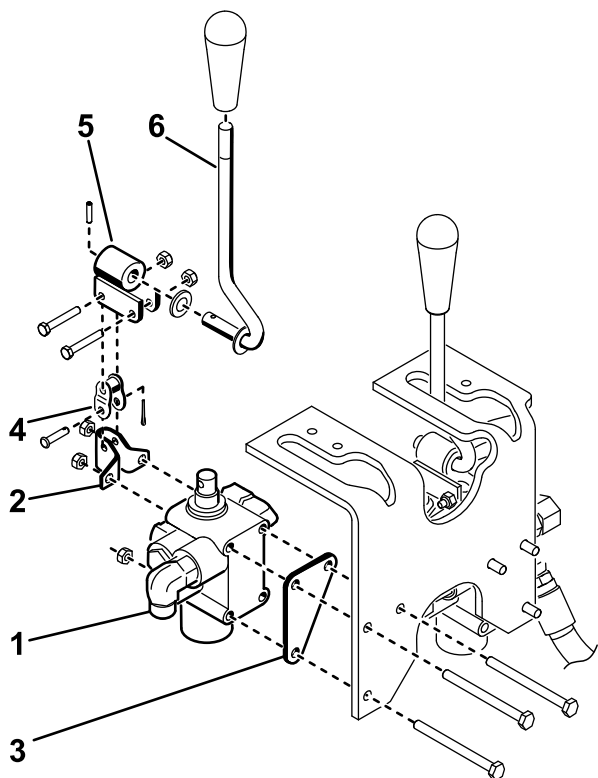

Рисунок 8
- Установите клапан в сборе, поворотный кронштейн и пластину клапана на раме с помощью 3 болтов (1/4 x 3 дюйма) и 3 контргайк (Рисунок 8). При установке расположите пластину клапана напротив передней части рамы и затяните детали крепления с моментом затяжки от 10 до 12 Н·м.
- Неплотно закрепите поворотный рычаг на золотнике клапана и на переходном звене с помощью 2 болтов (№10 x 1-1/4 дюйма) и 2 контргайк (Рисунок 8).